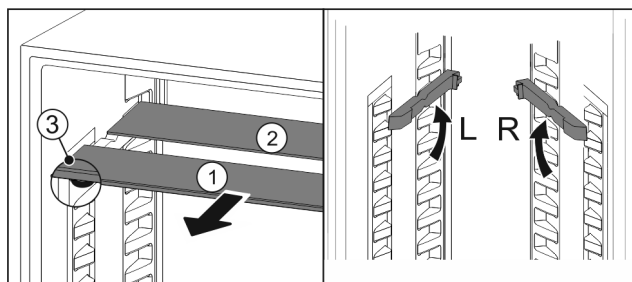

Fig. 57
- ▶ Skleněné desky jednotlivě vytáhněte dopředu Fig. 57 (1).
- ▷ Skleněná deska Fig. 57 (1) s ozdobnou lištou leží vpředu.
- ▷ Zářáčky Fig. 57 (3) směřují dolů.